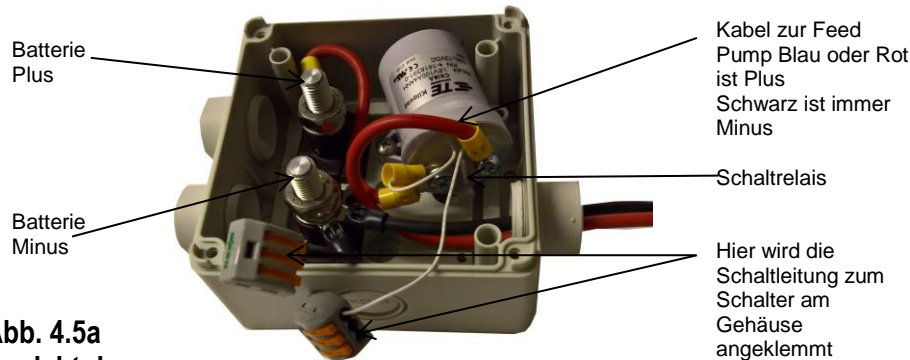

Abb. 4.5a
- Stufe 2. Verbinden Sie das Pluskabel(+) mit dem rot markierten Bolzen wie in Abb. 4.5a
- Stufe 3. Verbinden Sie das Minuskabel (-) mit dem nicht markierten Bolzen wie in Abb. 4.5a